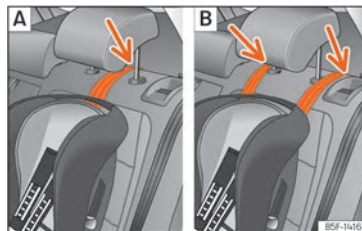

Fig. 38 Bancheta din spate: reglarea și asamblarea trebuie făcute conform curelei Top Tether.
- Treceți cureaua pe sub tetieră (conform instrucțiunilor scaunului, ridicați sau demontați tetiera dacă este necesar) » » fig. 38.